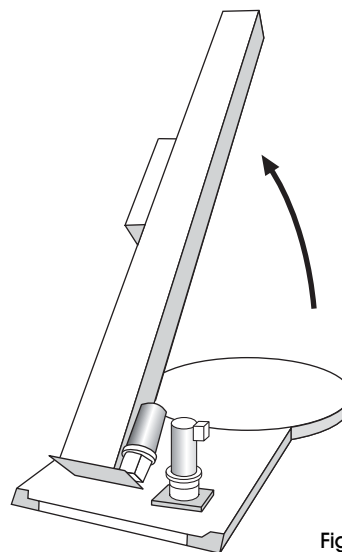

Figure 3
2. Lorsque la machine a bien été déballée, la prochaine étape consiste à commencer le montage de la tour. Commencez par lever la tour jusqu'à ce qu'elle soit complètement en position verticale. (Voir Figure 3)